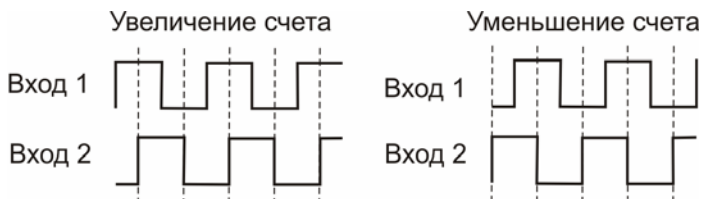

Рис. 1.1 Реверсивный счёт по двум датчикам
- автоматический реверсивный счёт по двум датчикам (двухфазный счёт). При условии, что на оба входа поступают импульсы, сдвинутые во времени друг относительно друга на половину периода и имеющие зону перекрытия, прибор автоматически определяет направление счёта (см. рис. 1.1).